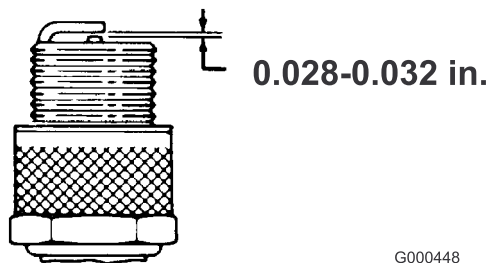

Figure 27
3. Réglez l'écartement des électrodes à 0,7–0,8 mm (Figure 27). La bougie installée doit avoir l'écartement correct et être fermement serrée à 23 Nm.